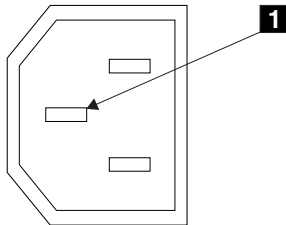

Abbildung 4. Schutzleiterkontakt
6. Führen Sie eine Durchgangsprüfung zwischen dem Rahmen des SAN Volume Controllers 2145-4F2 und dem Schutzleiterkontakt der einzelnen Hauptnetzteilanschlüsse aus. Der Schutzleiterkontakt ist in Abbildung 4 mit **1** gekennzeichnet.